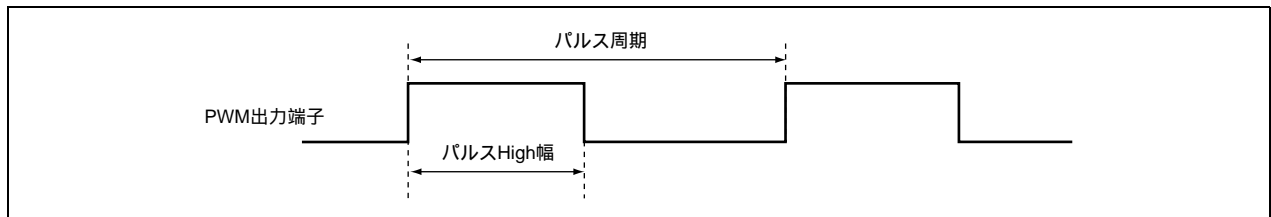

図 1.1 14 ビット PWM 機能によるデューティパルス出力
1. 図 1.1 に示すように、14 ビット PWM 機能を使用して、PWM 出力端子よりデューティパルスを出力します。